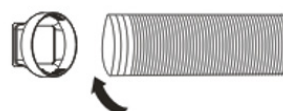

Abbildung 2
2. Schrauben Sie den ersten Adapter gegen den Uhrzeigersinn auf den Schlauch (siehe Abbildung 2).